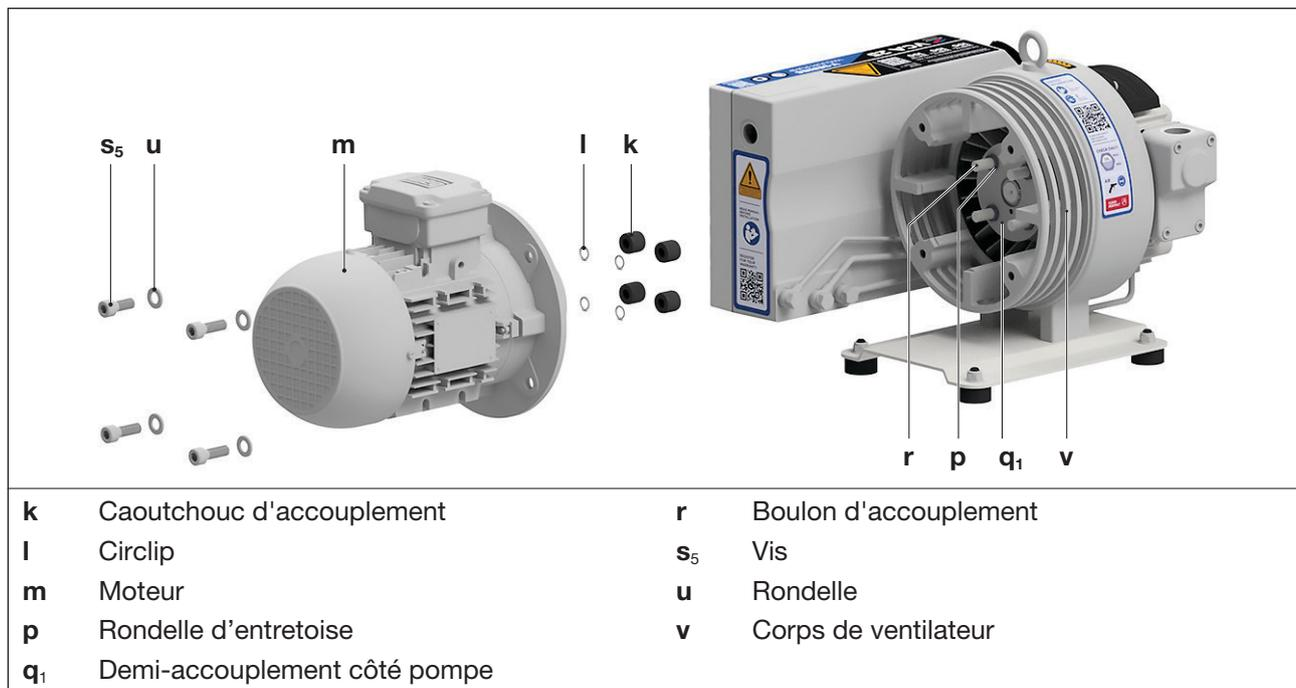

Fig. 9 Accouplement
- Desserrez les vis (Fig. 9/s₅) sur la bride moteur (Fig. 9/n).
- Tirez le moteur (Fig. 9/m) avec le demi-accouplement côté moteur dans le sens axial pour le séparer du corps de ventilateur (Fig. 9/v).
- e) Contrôlez si les caoutchoucs d'accouplement (Fig. 9/k) présentent des dommages et des traces d'usure, et remplacez-les si nécessaire.
Pour ce faire, retirez les circlips (Fig. 9/l) et les caoutchoucs d'accouplement (Fig. 9/k) des boulons d'accouplement (Fig. 9/r), puis montez des caoutchoucs d'accouplement neufs et les circlips sur les boulons d'accouplement. Pendant ce temps, laissez les rondelles entretoises (Fig. 9/p) sur les boulons d'accouplement.
- f) Poussez le moteur avec le demi-accouplement côté moteur dans le sens axial et fixez-le à l'aide des vis (Fig. 9/s₅) sur le corps de ventilateur (Fig. 9/v). Couple de serrage : 50 Nm